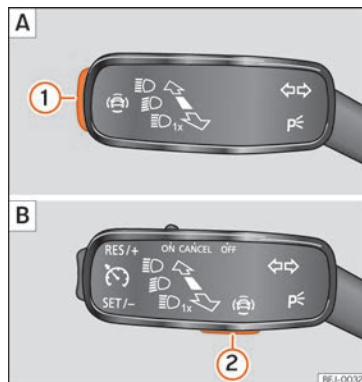

Fig. 134 Sulla leva degli indicatori di direzione e degli abbaglianti: tasto per i sistemi di assistenza alla guida (a seconda delle versioni).
- Premere brevemente il tasto » **fig. 134** **1** o **2** per aprire il menu **Sistemi di assistenza**.